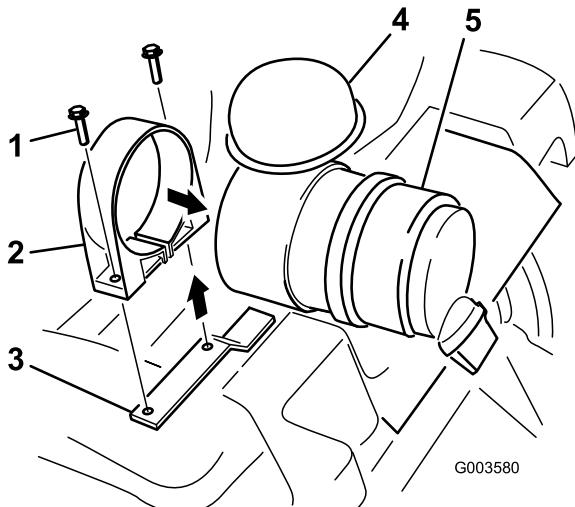

Figura 2
6. Aprite la cinghia del filtro dell'aria e spostatela sull'estremità della scatola da cui è stato estratto il filtro (Figura 2).